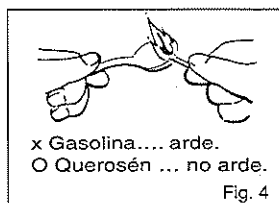

Fig. 4
- (1) Como combustible, use sólo el querosén N° 1 transparente o de color rojo. No use **GASOLINA** ni **ACEITE LIGERO**, ni cualquier otro combustible excepto querosén N.º 1-K. El peso específico del querosén es de alrededor de 0,8 y su punto de ignición es mayor que 104 °F (40°C). Para distinguir al querosén de otras sustancias, tome media cucharadita de combustible y acérquela a una cerilla encendida. Si el combustible tiene un punto de ignición bajo (como la gasolina o el diluyente), va a arder, pero si es querosén puro (querosén N.º 1-K), no (Fig. 4).
- (2) Si se emplea un querosén inapropiado, o se emplea querosén deteriorado o impuro, la mecha se cubre en exceso de carbono, en un lapso de 3 a 20 horas. Sucederá lo siguiente, lo cual dañará el calefactor de querosén.